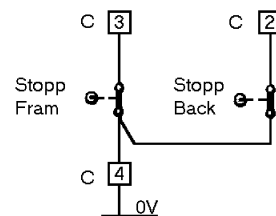

Fig 12
- Grenzlagenschalter für Fahrbewegung (links oder rechts), siehe Abb. 12 auf Seite 28.